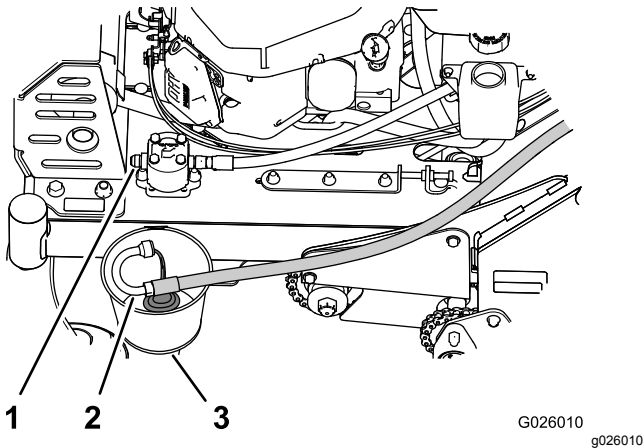

Figure 55
- À l'avant de la pompe hydraulique auxiliaire, débranchez le flexible d'entrée du raccord hydraulique sur la pompe, placez l'extrémité du flexible dans un bac de vidange et vidangez le liquide (Figure 55).